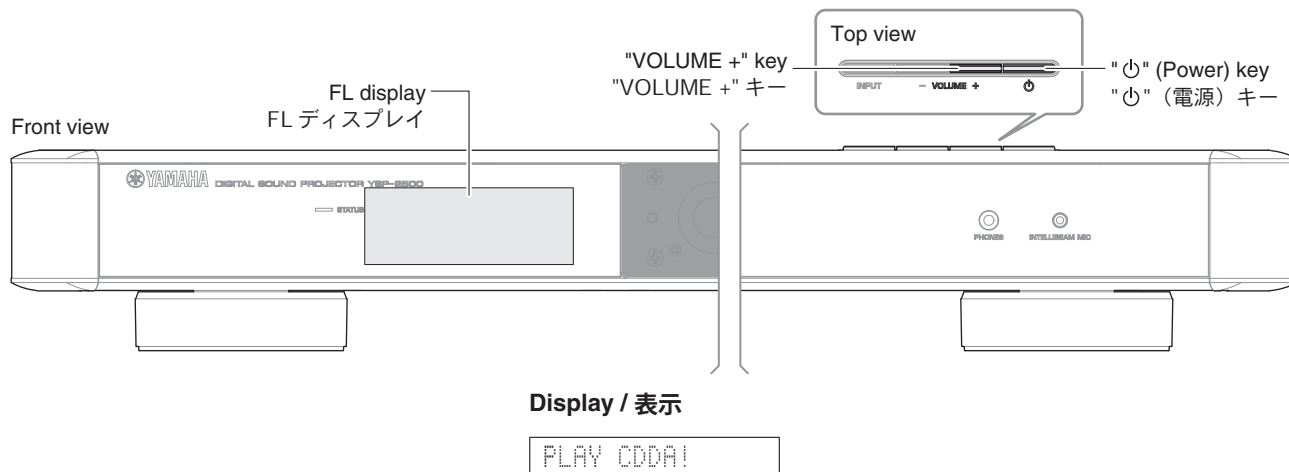

Fig. 2
1. While pressing the "VOLUME +" key, connect the power cable to the AC outlet. (Fig. 2)
The FIRMWARE UPDATE mode is activated and "PLAY CDDA!" is displayed. (Fig. 2)
1. "VOLUME +" キーを押しながら、電源コードを AC コンセントに接続します。 (Fig. 2)
ファームウェアアップデートモードが起動し、"PLAY CDDA!" が表示されます。 (Fig. 2)
4. Press the "⏻" (Power) key to turn off the power. (Fig. 2)
4. "⏻" (電源) キーを押して電源を切ります。 (Fig. 2)